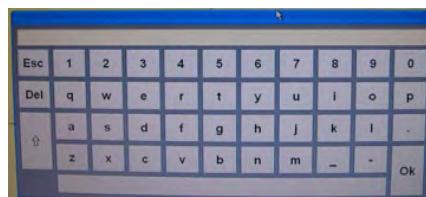

fig. F5
- Le clavier digital s'affiche sur l'écran (fig. F5); frapper OK sans taper de touche sur le clavier et l'aperçu avant impression du fichier imprimé s'affiche; pour quitter la fenêtre il suffit de la fermer